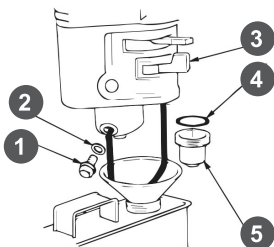

Рис. 23 Обслуживание фильтра-отстойника
1. Установите рычаг топливного крана в положение «ЗАКРЫТО» (Рис. 23).
3. Открутите болт 1 сливного отверстия и слейте топливо из поплавковой камеры карбюратора (Рис. 23).
4. Открутите стакан отстойника 5, вылейте из него топливо в заранее подготовленную емкость (Рис. 23).
1. Слейте топливо из топливного бака и карбюратора (Рис. 23).